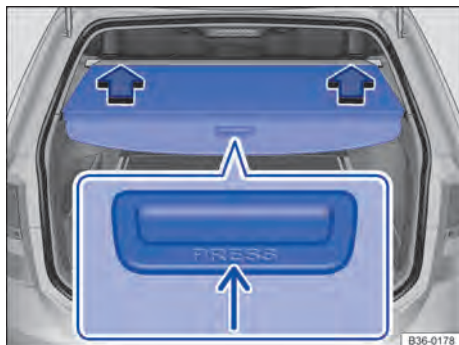

Fig. 189 No compartimento de bagagem: abrir a cobertura do compartimento de bagagem.
- Pressionar a área traseira da cobertura do compartimento de bagagem → Fig. 189 (seta pequena) um pouco para baixo. A cobertura do compartimento de bagagem se abre sozinha até a metade do compartimento de bagagem.